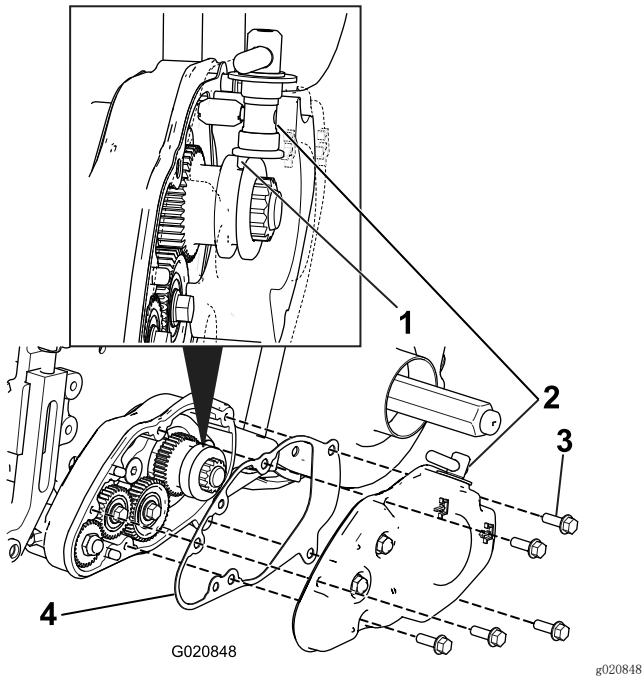

图16
2. 将垫片放到疏草刀壳体上的定位销上（图16）。
3. 将盖子安装到疏草刀壳体上，将离合器总成的致动销插入驱动齿轮的凹槽中（图16）。
4. 用 5 个凸缘头螺栓（图16）固定盖子，上紧螺栓扭矩至 $9.6 \sim 10.5 \text{ N} \cdot \text{m}$ 。